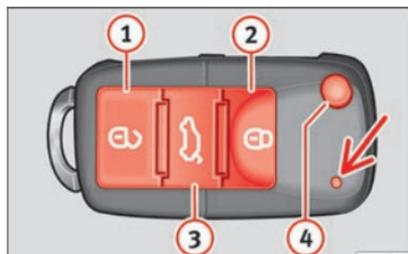

Abb. 84 Tasten im Funkschlüssel.
Mit der Funkschlüsseltaste **4** » Abb. 84 wird der Schlüsselbart entriegelt.
Fahrzeug entriegeln **4** » Abb. 84 **1**.
Fahrzeug verriegeln **4** » Abb. 84 **2**.
Heckklappe entriegeln. Die Taste **3** » Abb. 84 **3** betätigen, bis alle Blinkleuchten am Fahrzeug kurz aufleuchten. Nach Drücken der Entriegelungstaste **3** können Sie die Heckklappe innerhalb von 2 Minuten öffnen. Nach Ablauf dieser Zeit wird die Heckklappe wieder verriegelt.
Zudem blinkt die Batterie-Kontrollleuchte des Schlüssels » Abb. 84 (Pfeil) auf.
- Drücken Sie die Taste  **2** » » **Abb. 84** auf der Funk-Fernbedienung.
- Drücken Sie die Taste  **1** » » **Abb. 84** auf der Funk-Fernbedienung.